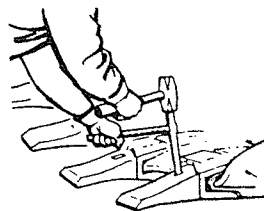

Abb. 4-44
- (a) Mit einem Hammer und einem Splinttreiber werden zunächst die Befestigungsstifte gemäß Abb. 4-44 herausgeschlagen.